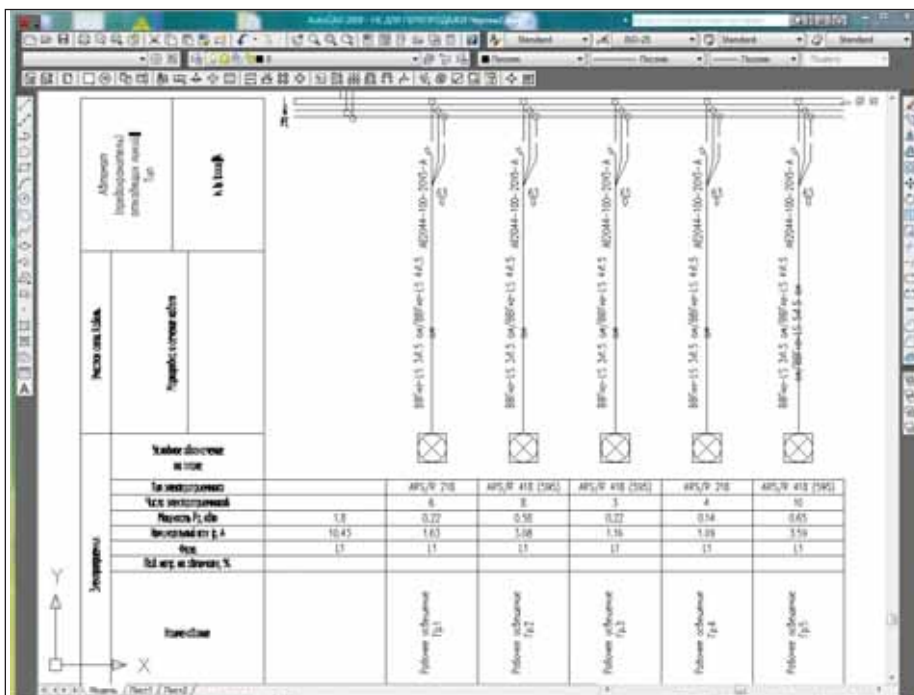

Рис. 8. Принципиальная однолинейная схема питающей и распределительной сети
- однолинейные схемы питающей и распределительной сети (рис. 8);